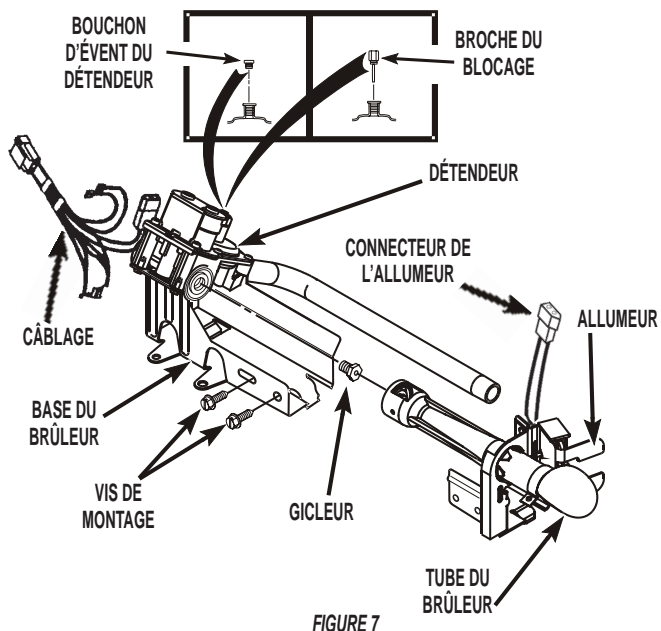

FIGURE 7
13. Démontez le gicleur du brûleur; installez le gicleur approprié fourni dans cet ensemble. Le numéro d'identification du gicleur est gravé sur le chant de la partie hexagonale. Bien serrer. Voir *Figure 7*.
14. Réinstallez le tube du brûleur. Bien serrer les deux (2) vis de montage. Rebrancher l'allumeur sur le câblage. Voir *Figure 7*.
15. Ôter le bouchon d'évent du détendeur (dispositif de limitation du volume de fuite). Voir *Figure 7*.
16. Installer la nouvelle broche de blocage; serrer à la force des doigts – pas plus de 1/8 tour. Voir *Figure 7*.
- Vérifier que le bouchon d'évent du détendeur a été remplacé par la broche de blocage - voir *Figure 7*.